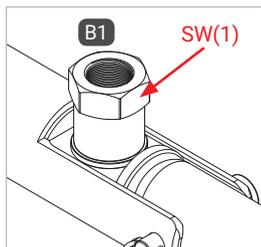

Abbildung 1
- ▶ Halten Sie beim Montieren der Medienleitung an der Schlüssel­fläche SW(1) (*Abbildung 1*) mit einem Gabelschlüssel gegen.
- ▶ Verschrauben Sie die Betriebsmedienzuleitung „B1“ druckdicht mit dem Anschluss der Medienleitung (*Abbildung 1*). Anzugsdrehmoment $10 \text{ Nm} \pm 10\%$ (G1/8" IG).